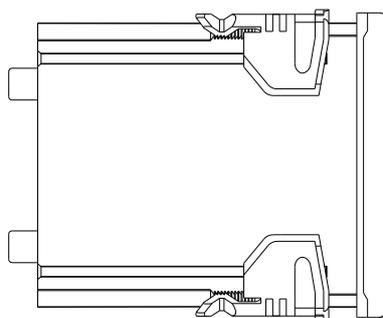

图 14 仪表外形图
(1) 本文档中所有的图示均为示意图,若与仪表本身有出入,以仪表所示为准;
(2) 该系列仪表具体安装尺寸见表 7,表 7 中的字母意义见图 14 外形示意图,此示意图以 PD666-8S 为例。